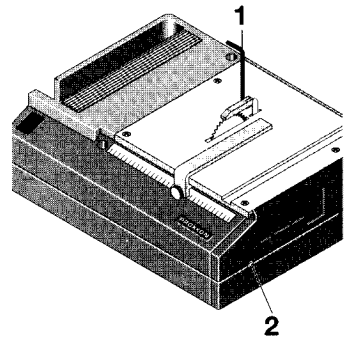

Fig. 3
1. Schiebetür 2 (Fig.3) mit Innensechskantschlüssel öffnen.